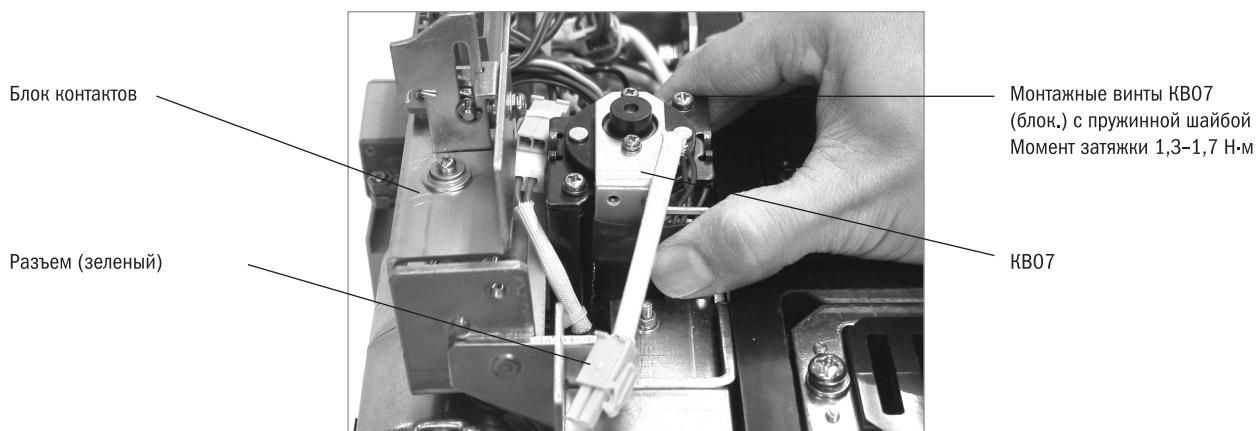

Рисунок 51. Отсоединение катушки включения KB07
- 6) Проверните монтажные винты KB07 восемь или десять раз для того, чтобы ослабить их, и отсоедините колодку разъема (зеленая). Затем отсоедините KB07. Смотри рис. 51 (монтажные винты конструктивно заблокированы и не могут быть извлечены из KB07).